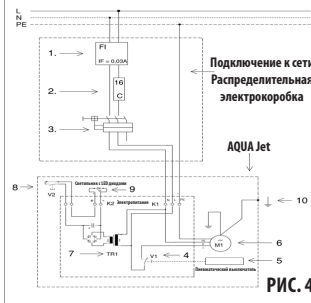
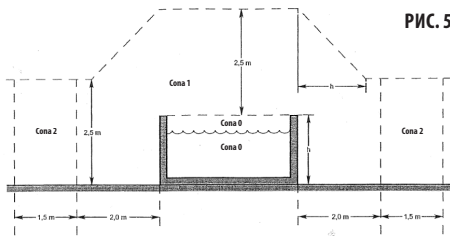

РИС. 4
РИС. 5
**Электрическая схема подключения****AQUA Jet 50 (рис.4):**
Противотоки необходимо подключить к электросети с помощью механического пускового устройства, предохранителей и предохранительного выключателя тока (см. схему подключения, рис.4). Если не включить эти предохранительные компоненты, то может возникнуть угроза жизни и общему урону. Эти устройства должны размещаться за пределами защитной зоны бассейна (зоны 0, 1 и 2) - см. ЧСН 33 2000-7-702 - ширина этой зоны от стенки бассейна установлена на 3,5 м - см рис.5.